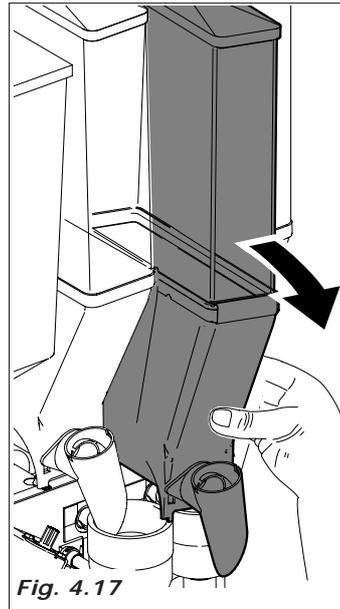

Fig. 4.17
- desmontar todos los contenedores de producto del distribuidor (Fig.4.17)